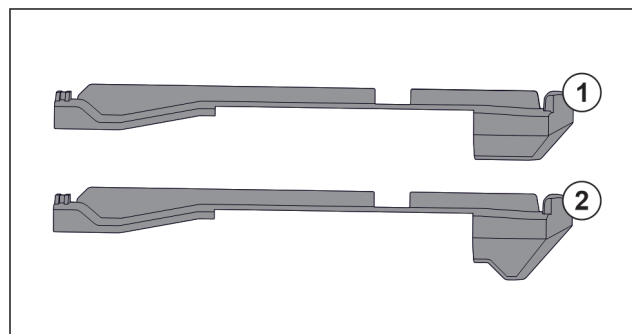

Fig. 83 Sammenligning af påsætningsdelene
I apparatet er der to forskellige påsætningsdele. Påsætningsdelen over den nederste skuffe Fig. 83 (2) har en trekantet kant. Alle andre påsætningsdele Fig. 83 (1) har en lige kant.
- Anbring påsætningsdelen Fig. 83 (2) med den trekantede kant over den nederste skuffe.
- Anbring påsætningsdelen Fig. 83 (1) med den lige kant på alle andre steder.